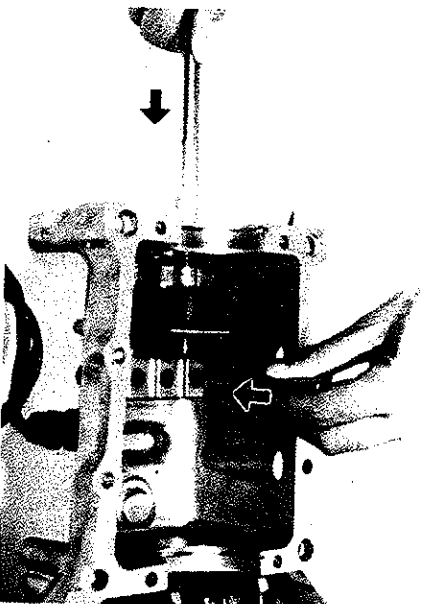

Fig. 13-63
- 3) Según muestra la Fig. 13-63, apretar hacia adentro la bola centradora de la.-2a., e introducir el eje hasta que la bola se aloje en el último de los rebajes del eje.